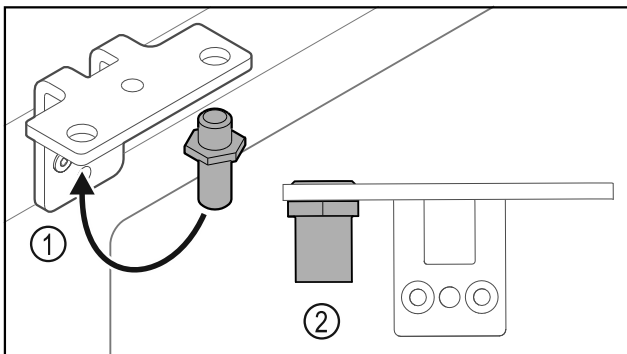

Fig. 31
- ▶ Prestavite sornik v kotniku tečajev vrat Fig. 31 (1).
- ▶ Sornike Fig. 31 (2) zategnite z zateznim momentom 12 Nm.